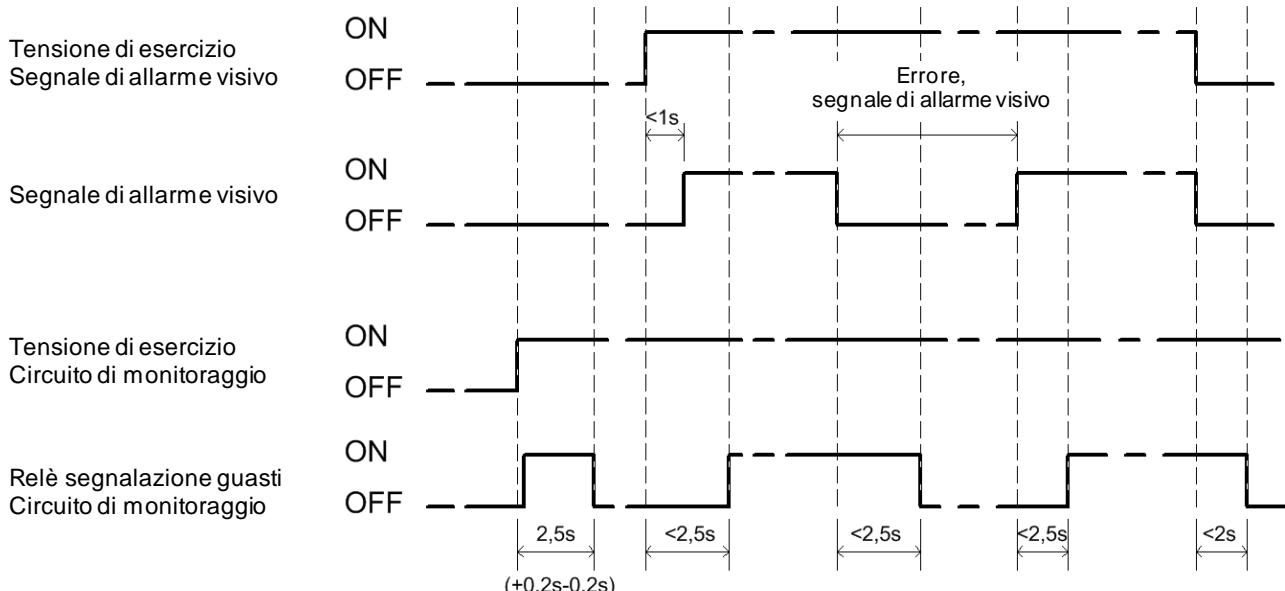

Figura 5 – Tempi di reazione del relè segnalazione guasti
Il sistema di controllo e guida necessario deve essere in grado di eseguire un'analisi di gestione elettronica che deve essere in grado di eseguire l'analisi dei guasti attraverso l'uscita di segnalazione guasti in combinazione con lo stato operativo del segnalatore visivo e del circuito di monitoraggio. Per questa configurazione sono possibili le seguenti dipendenze tra lo stato operativo e l'uscita segnalazione guasti. Tenere conto dei possibili stati di commutazione, come presentato nella Figura 5 – Tempi di reazione del relè segnalazione guasti.
- a) Un inserimento della tensione di alimentazione del segnalatore visivo con concomitante alimentazione del circuito di monitoraggio implica, in stato conforme, una commutazione dei contatti di relè S1 e S2. Se la commutazione non avviene, allora è presente un guasto nel segnalatore visivo, nel circuito di monitoraggio o nel cablaggio; a riguardo, vedere le dipendenze temporali nella Figura 5 – Tempi di reazione del relè segnalazione guasti. Ciò riguarda anche il disinserimento delle tensioni di alimentazione del segnalatore visivo e del circuito di monitoraggio.
I due sistemi parziali, il segnalatore visivo e il circuito di commutazione dispongono di collegamenti di alimentazione separati. È dunque possibile verificare il funzionamento. A tal fine, procedere come segue (Dipendenze temporali, vedere Figura 5 – Tempi di reazione del relè segnalazione guasti):
È possibile trarre le conclusioni relative ai tempi di sicurezza d'impianto necessari esaminando il diagramma temporale di funzione (Figura 5 – Tempi di reazione del relè segnalazione guasti). Qui vengono rappresentati i tempi di reazione per la generazione del segnale di allarme visivo e/o dello stato di commutazione del relè di segnalazione guasti in funzione dei punti temporali di inserimento delle tensioni di esercizio.